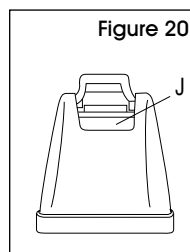

Figure 20
3. Versez le détergent dans le réservoir. Remplissez le réservoir jusqu'à la ligne (J) (1 gallon (4 l)) d'eau chaude du robinet. (Voir Figure 20)